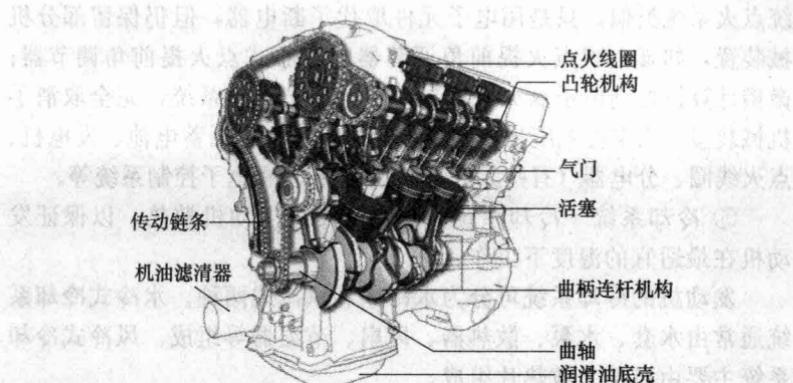

图 1-2 汽油机的剖视图
(1) 汽油机的总体构造 汽油机的剖视图如图 1-2 所示。汽油机主要由“两大机构、五大系统”组成。“两大机构”指曲柄连杆机构和配气机构，“五大系统”指燃料供给系统、冷却系统、润滑系统、点火系统和启动系统。
① 曲柄连杆机构 曲柄连杆机构是发动机实现热能与机械能相互转换的核心机构，其功用是将燃料燃烧所放出的热能通过活塞、连杆、曲轴等转变成能够驱动汽车行驶的机械能。